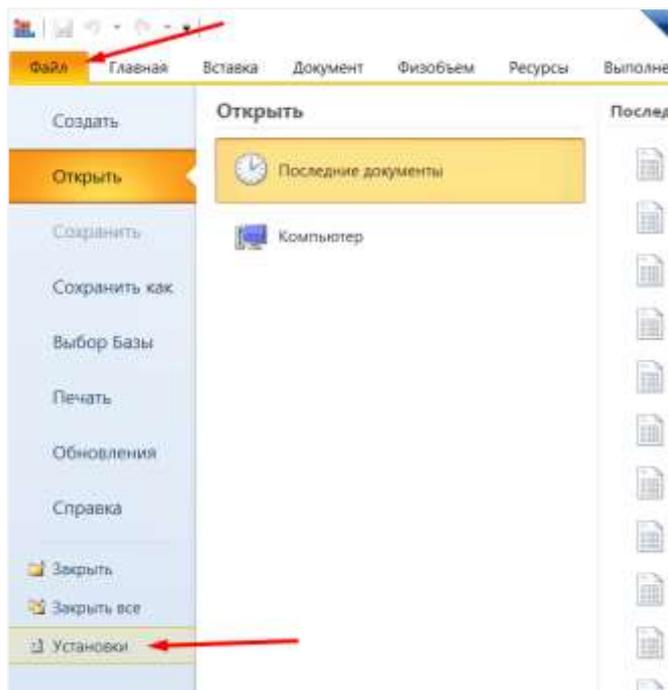
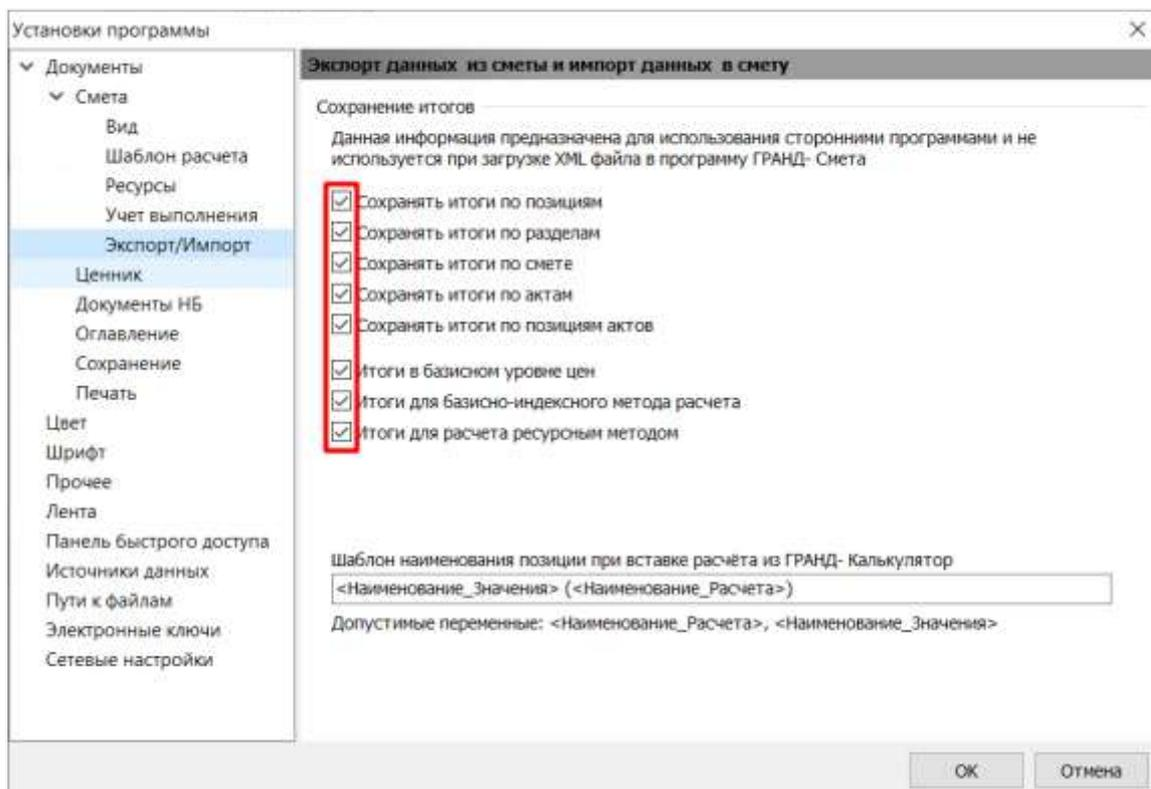

Рисунок 39. Сохранение сметы в формате \*.xml
Рисунок 40. Сохранение сметы в формате \*.xml
- В параметрах установки ГРАНД-Сметы должны быть заполнены все чекбоксы параметров сохранения итогов при экспорте сметы. (Рисунок 39, Рисунок 40).